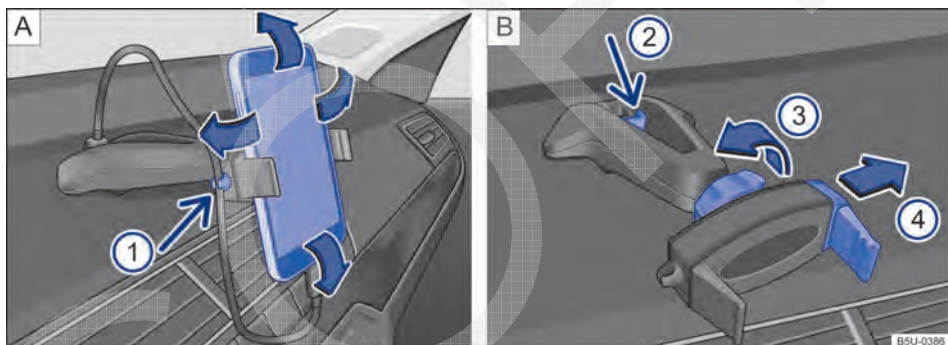

Fig. 146 No console central: suporte para smartphone e ajustes.
- Segurar o suporte com uma mão e pressionar o botão de destravamento → Fig. 146 ② (seta).
- Com a haste → Fig. 146 B ④ deslocar no sentido da seta, e instalar o smartphone no alojamento.
- Com a outra mão deslocar a haste → Fig. 146 B ④ até que seja possível remover o aparelho do alojamento.
- Colocar o cabo USB na entrada carregador USB do suporte existente no painel de instrumentos → Fig. 146 A.
- Prender o cabo no suporte → Fig. 146 A ①.
- Para liberar o movimento do suporte, girar a trava → Fig. 146 B ③ no sentido contrário da seta.
- Para fixar a posição, girar a trava no sentido da seta ③ → Fig. 146 B até a fixação total do suporte.
O suporte para smartphone tem garantia de 3 anos, com exceção da haste deslizante (garra) → Fig. 146  que tem garantia de 1 ano.